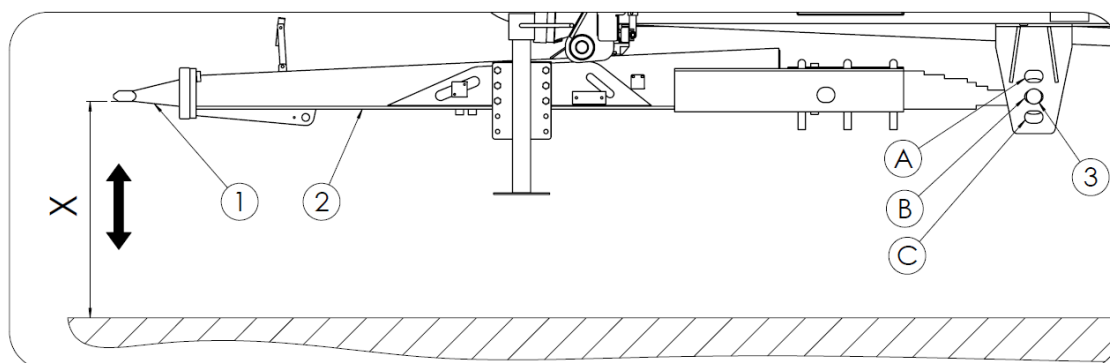

Рисунок 19. Положение дышла относительно земли
Собранный на заводе навозоразбрасыватель предназначен для соединения только с нижней сцепкой трактора. Сцепка (2) имеет возможность изменять высоту петли дышла (1) относительно земли – рисунок 19. Это достигается путем изменения положения пальца рессоры (3) с отверстия для фиксации (B) на (A) или (C). Регулировка дышла на соответствующей высоте связана с выравниванием навозоразбрасывателя, которое обеспечивает равномерное распределение веса навозоразбрасывателя на оси. После агрегирования навозоразбрасывателя убедитесь, что навозоразбрасыватель правильно выровнен, как без груза, так и с грузом. При необходимости измените положение пальца рессоры, вставляя в отверстие (A) или (C) соответственно.